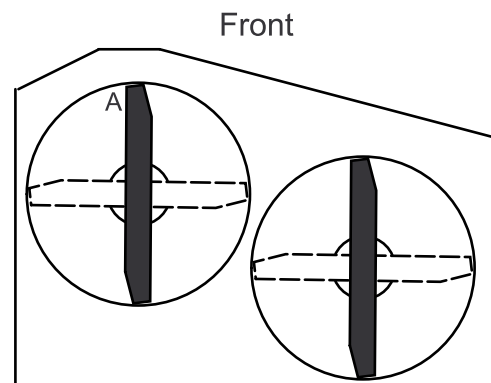

Bild 63
- Stellen Sie die Messer in Längsrichtung, während die Maschine auf einer ebenen Oberfläche steht. Messen Sie an Stelle **A** von einer ebenen Fläche bis zur Schnittkante der Messerspitzen (Bild 63).